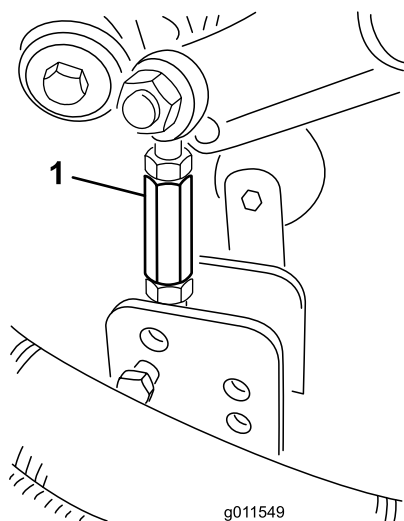

Figuur 6
2. Verwijder (8) bouten, ringen en borgmoeren waarmee de hefarmbevestiging aan de maaidekbeugels bevestigd is (Figuur 6).